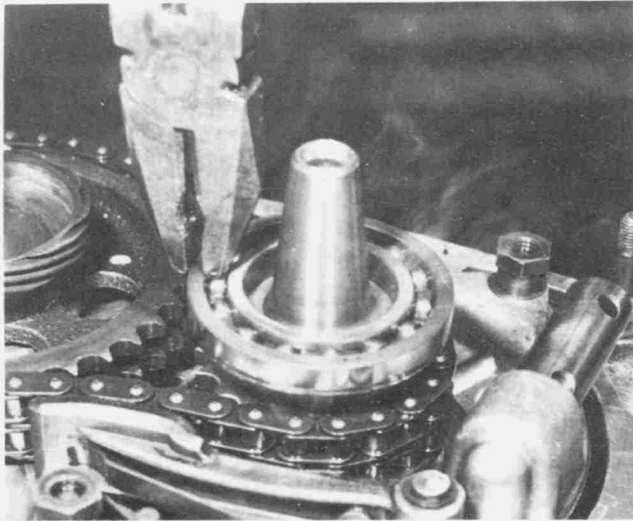

Bild 66
- Für den Fall, dass das Flanschlager abgenommen worden ist, wird es solange erwärmt, bis man es auf das Kurbelwellen-Kettenrad fallen lassen kann (Bild 66).